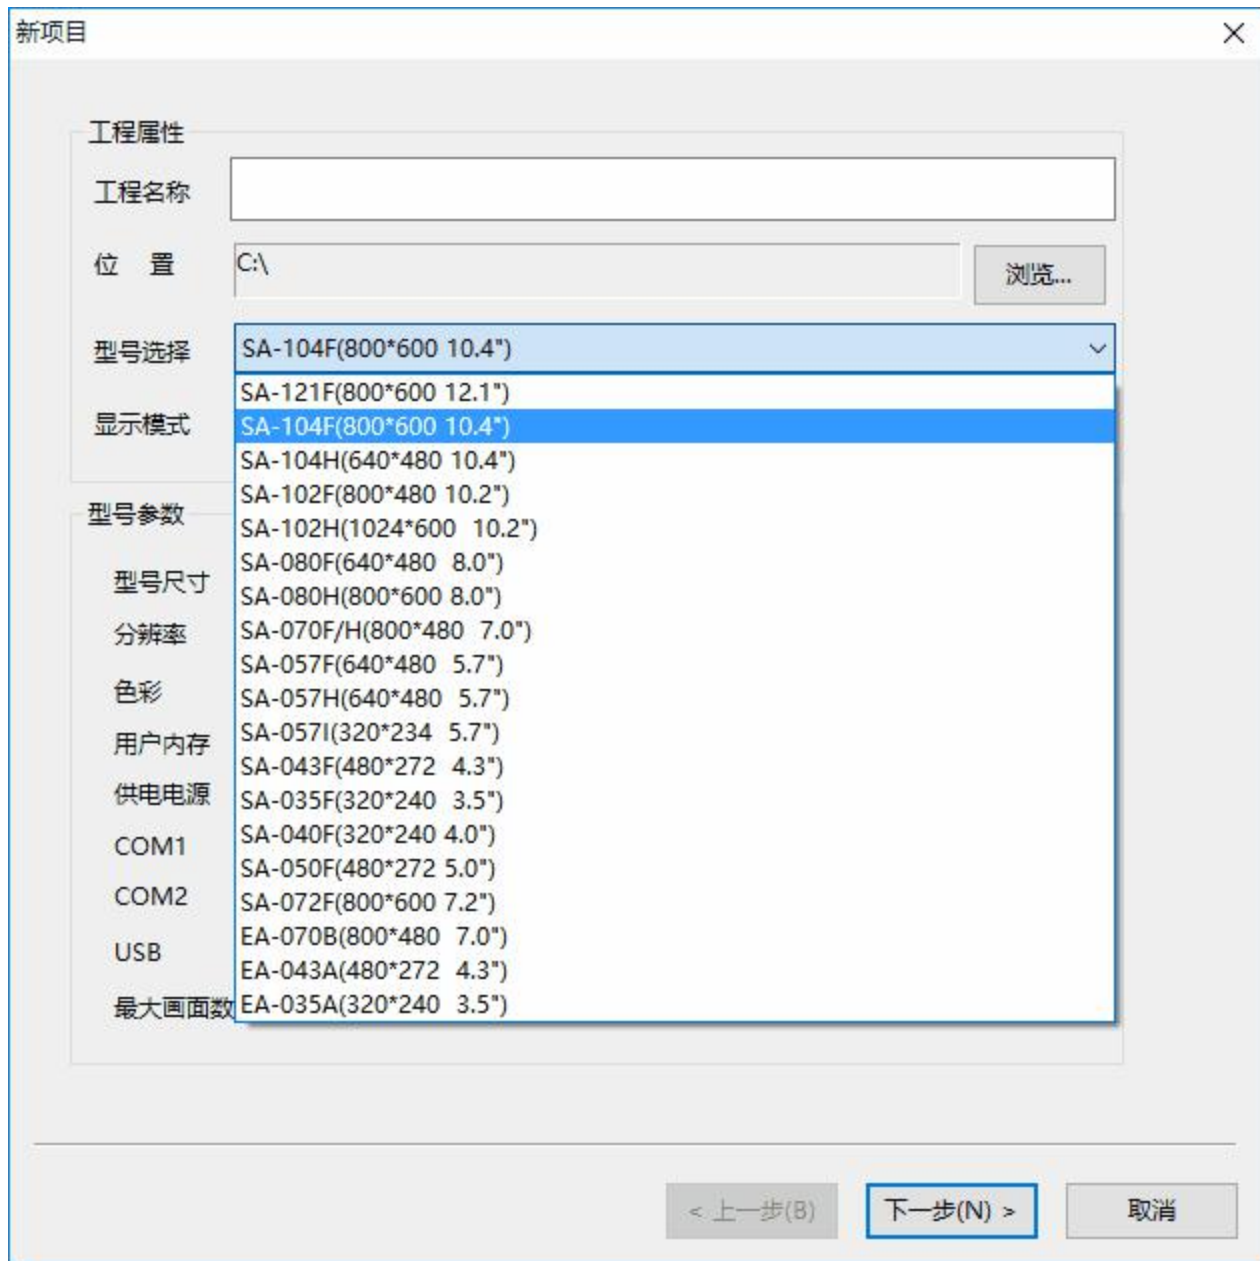

图 5-3 新建工程对话框
- 3.选择新建图标，或者在菜单栏中，选择“文件” --- “新建工程”，弹出如图 5-3 所示对话框：